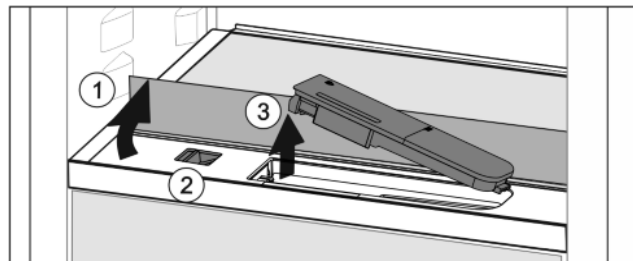

Fig. 38
- Skleněnou desku nadzvedněte a zaklapněte dozadu až na doraz Fig. 38 (1).
- Posuvník Fig. 38 (2) posuňte doleva.
- Vyjměte nádržku na vodu Fig. 38 (3).